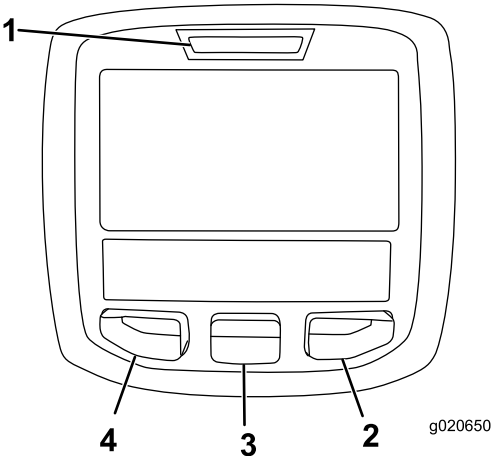

Figura 22
Il display LCD InfoCenter mostra i dati relativi alla macchina, come lo stato operativo, le varie diagnostiche e altre informazioni sulla macchina stessa (Figura 22). È presente una schermata di caricamento, una schermata delle informazioni principali, una schermata delle informazioni del motore dell'apparato di taglio (CU) e una schermata delle informazioni della trazione.